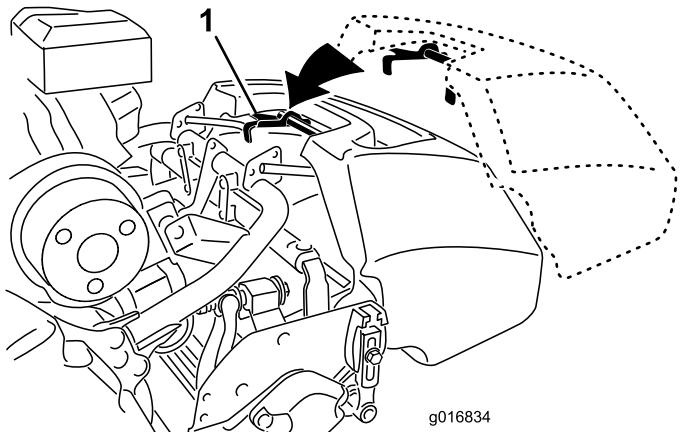

Figura 9
1. Sujete el recogedor por el asa (Figura 9).
2. Guié el reborde del recogedor entre las chapas laterales de la unidad de corte y por encima del rodillo delantero (Figura 9).
3. Instale los ganchos del recogedor sobre el tubo del bastidor (Figura 9).